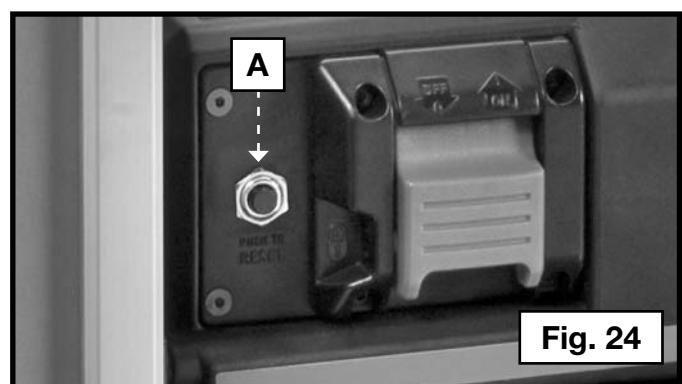

Fig. 24
La cepilladora está equipada con un interruptor automático de 18 amperios. Si la cepilladora se sobrecarga y deja de funcionar, apáguela, déjela reposar por 2 minutos y presione el botón de reinicio (A) Fig. 24 antes de continuar con el trabajo.